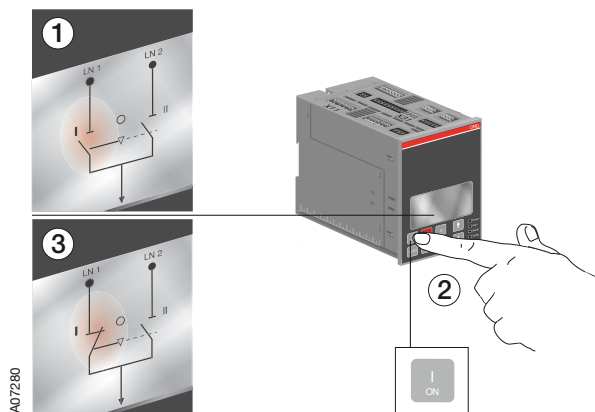

Рисунок 6.2 Выбор рабочей линии, индикация состояния реверсивного рубильника и выбранной линии питания с помощью дисплея блока OMD800
- При нажатии кнопки "I" (см. рис. 6.2/②), выключатель I перейдет во включенное положение (индикация состояния выключателя и линии приведена на рис. 6.2/③), а выключатель II установится в выключенное положение. Если выключатель I уже находится во включенном состоянии, то нажатие на кнопку "I" не окажет влияния на работу устройства.